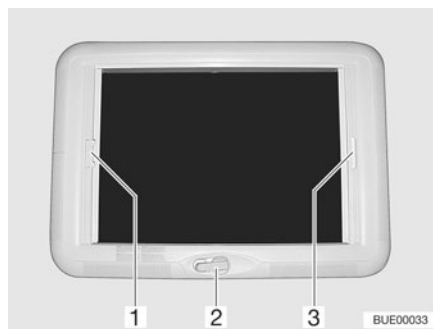

Fig. 57 Lanterneau à manivelle
- Tourner la manivelle (Fig. 57,2) jusqu'à ressentir une résistance (angle d'ouverture max. 70°).
- Tirer la poignée du dispositif occultant plissé (Fig. 57,3) et le relâcher lorsqu'il a atteint la position voulue. Le dispositif occultant plissé reste alors à cette position.
- Tirer sur la poignée (Fig. 57,1) de la moustiquaire jusqu'à toucher la poignée du dispositif occultant plissé (Fig. 57,3) située vis-à-vis et la faire s'enclencher.
- Appuyer sur la poignée de la moustiquaire (Fig. 57,1) vers l'arrière et le haut et décrocher la moustiquaire du dispositif occultant plissé (Fig. 57,3).